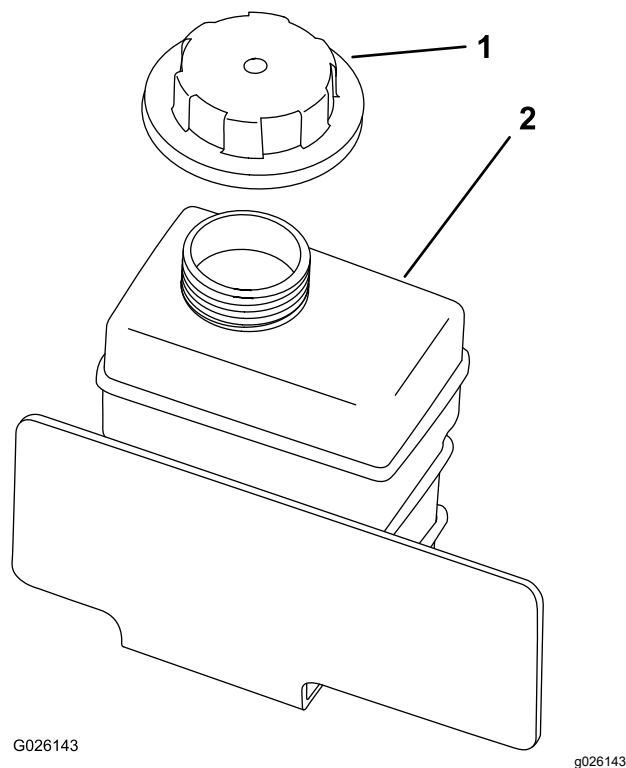

Figura 52
4. Compruebe el nivel de refrigerante del depósito auxiliar (Figura 52).